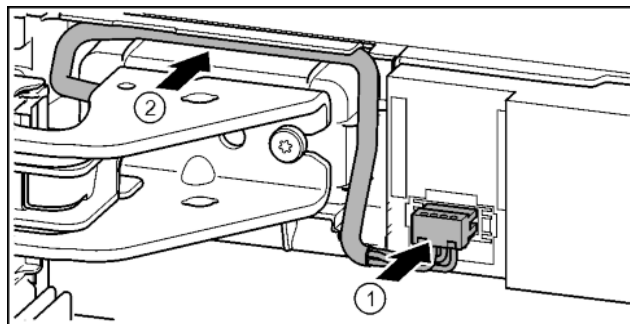

Fig. 37
- Innestare la spina sul blocco di supporto superiore e facendo attenzione posare i fili del cavo nel canale. *Fig. 37 (1)*
- Posare con attenzione il cavo grigio nella guida sopra il blocco di supporto superiore. *Fig. 37 (2)*